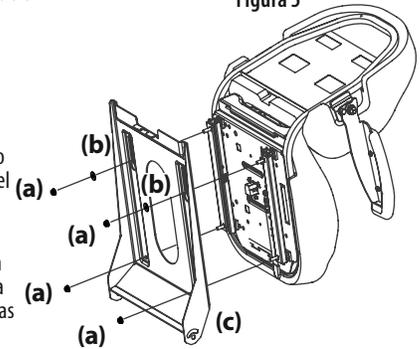

Figura 6
2. Instale el asiento en la bandeja del asiento (c) con los elementos de ferretería proporcionados y las tuercas de seguridad con reborde (a) y arandelas planas (b). Consulte la Figura 6.